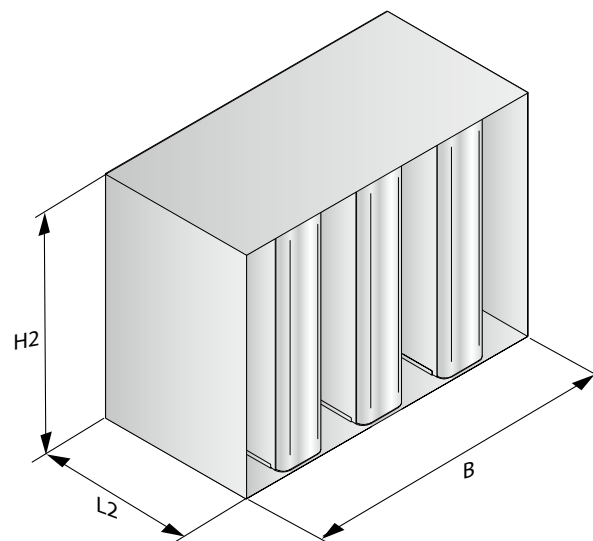

Figure 3. Schéma dimensionnel - Kit de répartiteur CANTO
* La taille du module doit être divisible à parts égales avec la largeur de la gaine (B), voir la Figure 3.